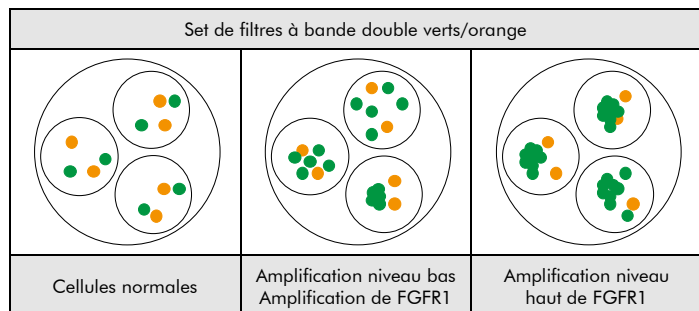

Fig. 2 : Résultats attendus dans les noyaux en interphase normale et présentant une aberration
**Situation normale :** Dans les interphases de cellules normales ou de cellules sans une amplification impliquant la région du gène FGFR1, deux signaux verts et deux signaux orange apparaissent (voir figure 2).
**Situation aberrante :** Dans les cellules avec une amplification de la région du gène FGFR1, on observera une augmentation du nombre de signaux verts ou de groupes de signaux verts (voir figure 2).